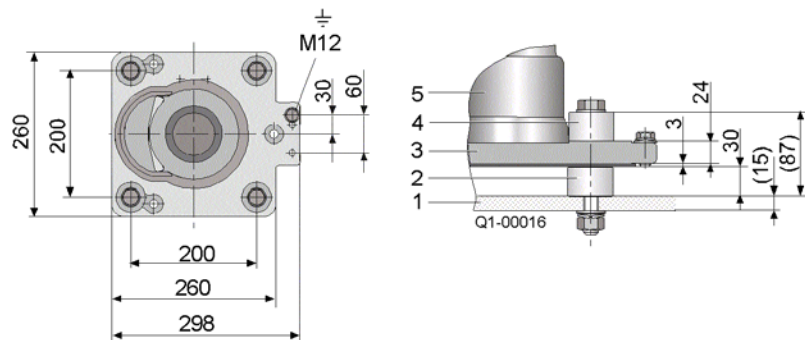

Fig. 9 Base aislante 3EX6 124
- Placa de base 3EX6 124 con tornillos M16 x 130 [Fig. 9]
De acuerdo con la plantilla de perforaciones coloque los cuatro casquillos aislantes inferiores [2/Fig. 9] a los agujeros del soporte [1]. La base aislante [3] y los casquillos aislantes superiores [4] pueden montarse con cuatro tornillos M16 x 110 sobre los casquillos aislantes inferiores [2].
Las placas superior e inferior pueden intercambiarse juntamente con sus respectivos tornillos y piezas aislantes a fin de obtener la versión suspendida, [Fig. 1] y, [Fig. 9] ó [Fig. 6].
La conexión a tierra debe fijarse con un tornillo a la perforación M12 de la brida inferior como se muestra en las [Fig. 9] ó [Fig. 10].